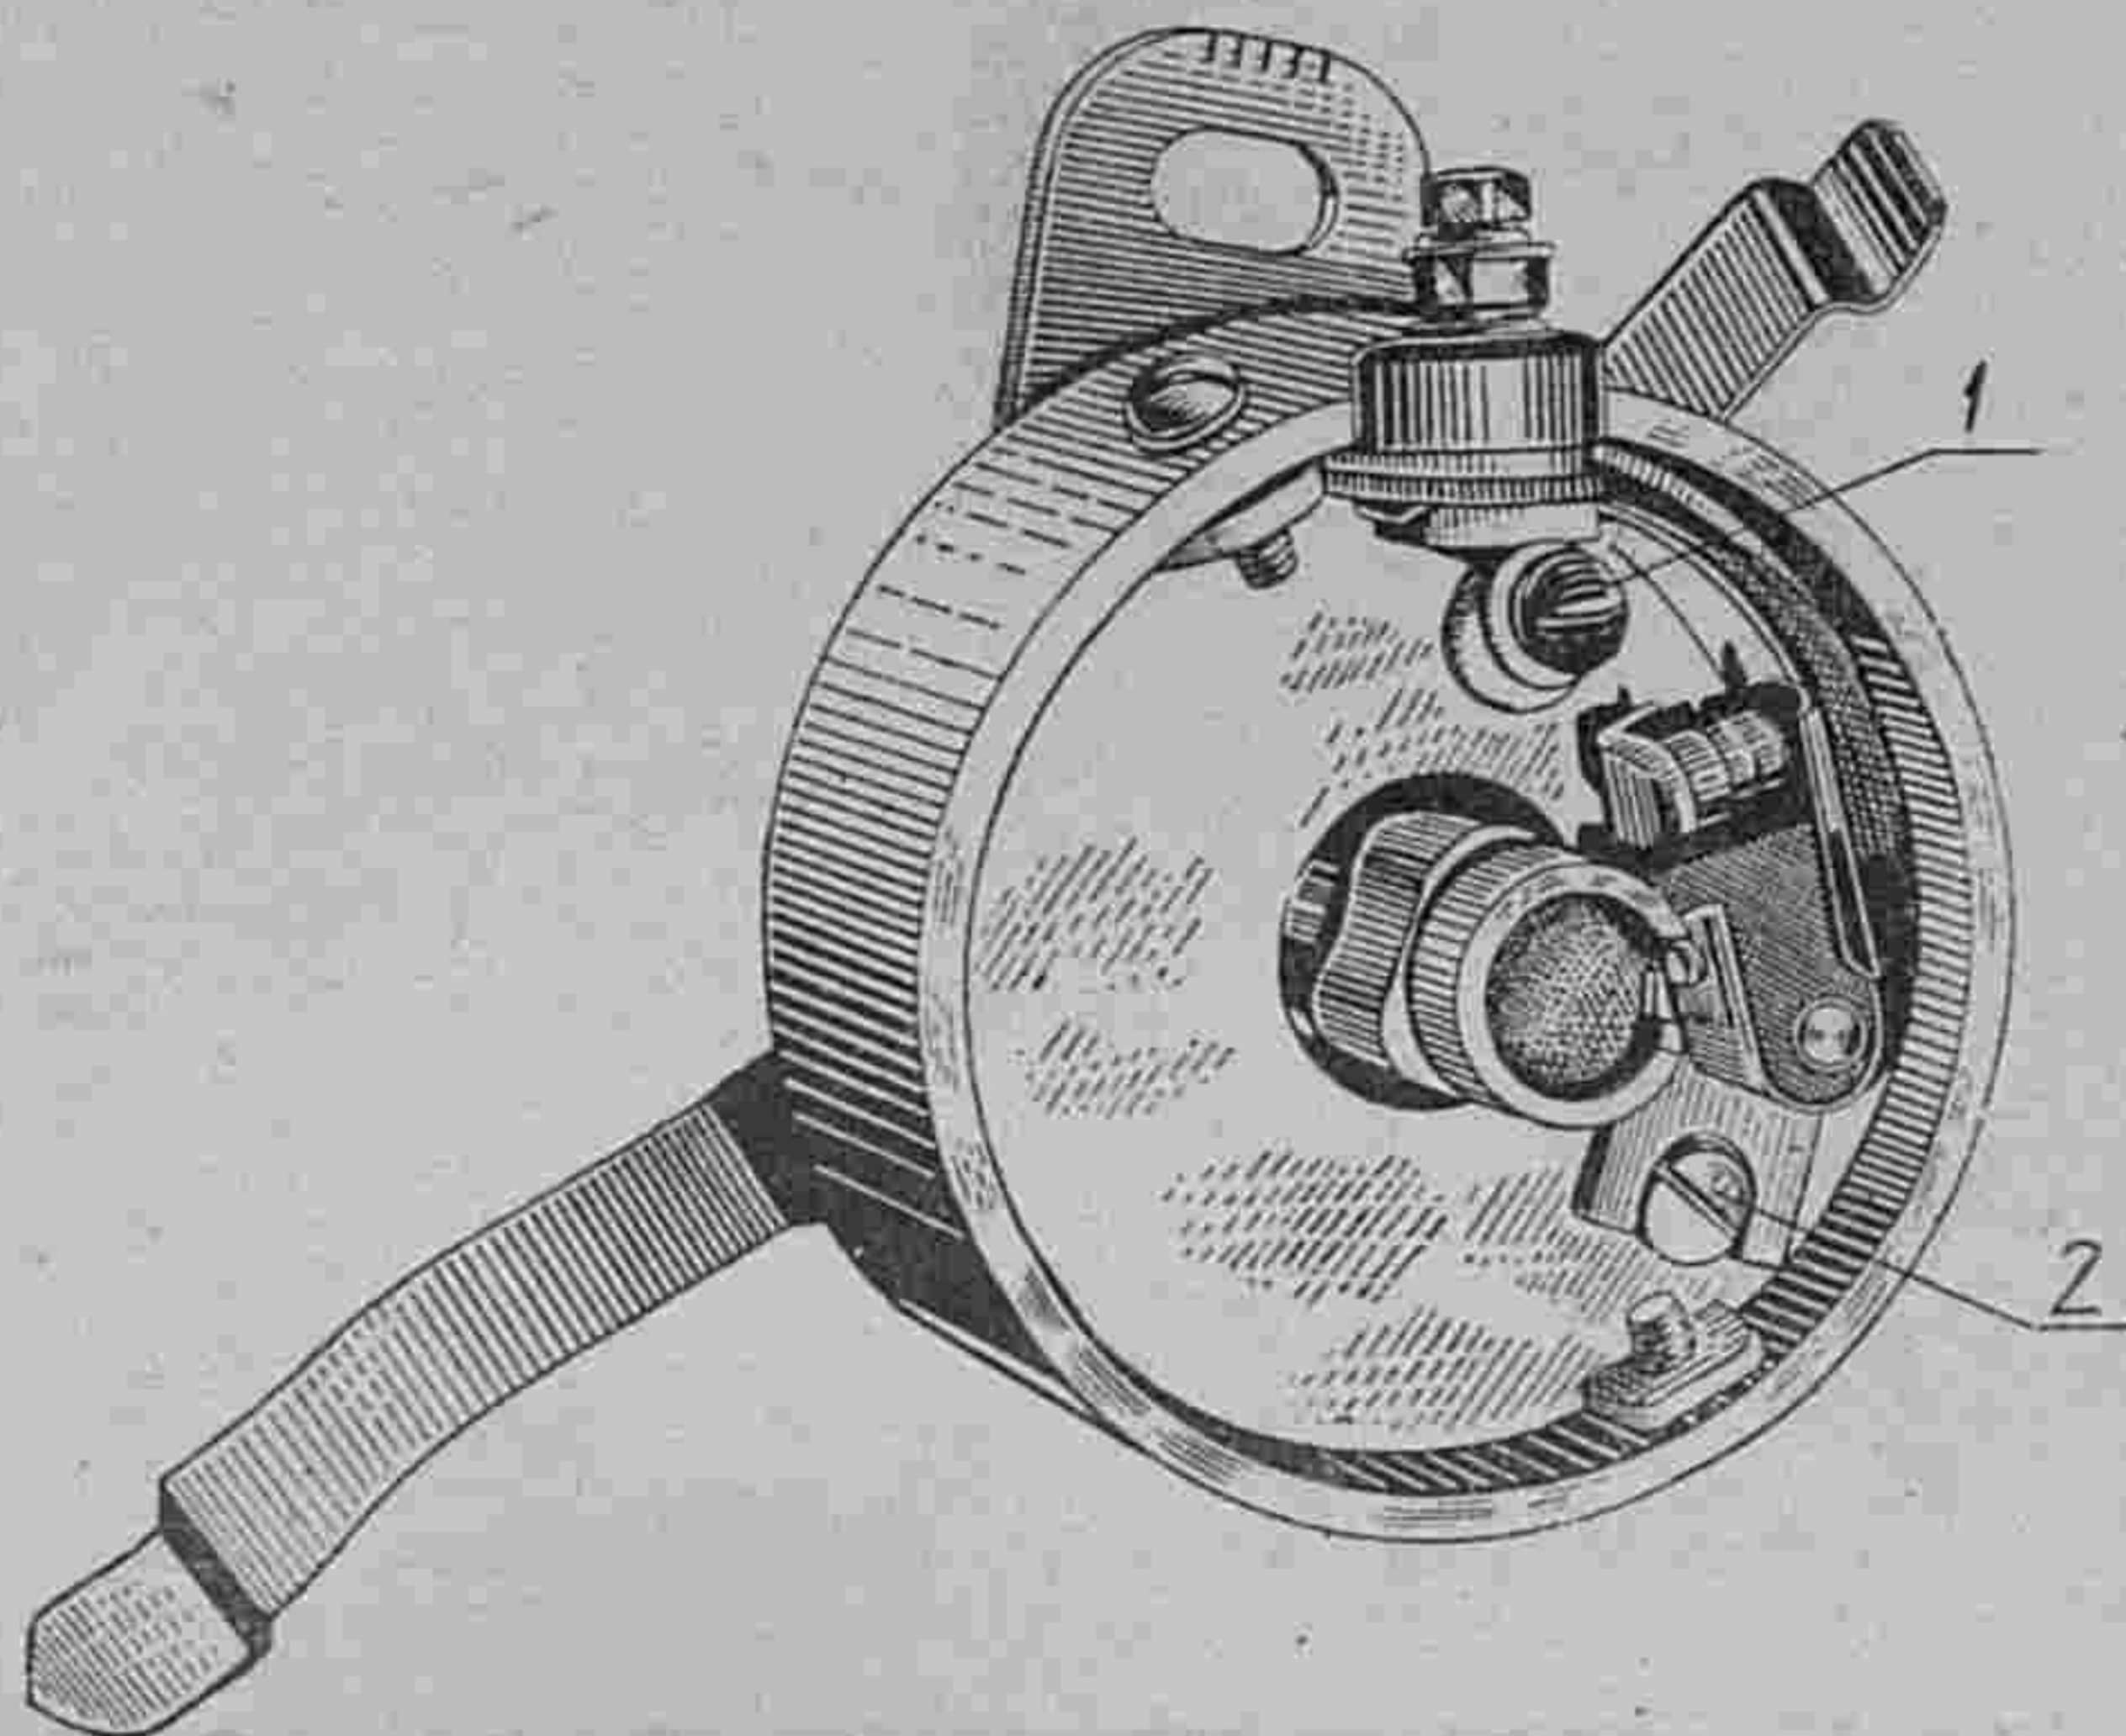

Рис. 15. Распределитель (вид на панель прерывателя):
2. Отпустить винт (1) (рис. 15).
3. Повернуть эксцентрик (2) в нужном направлении настолько, чтобы получить указанный зазор. Зазор проверяется щупом.
4. Закрепить винт (1).